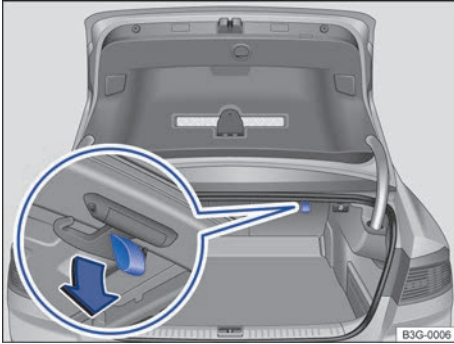

Fig. 136 En el maletero: gancho para bolsas.
- Tire de la cinta del gancho → fig. 136 hacia abajo.